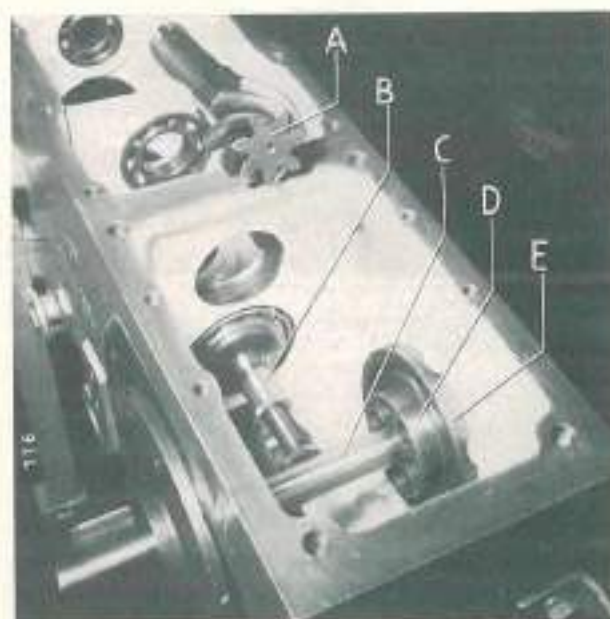

Abb. 11
Meßvorrichtung für Einstellung Tellerradsatz (siehe Abb. 11) besteht aus:
c) Das auf dem **Ritzel der Hauptwelle (A/11)** eingezätzte Maß (Beispiel 123,5 mm) wird mit der Meßvorrichtung Abb. 11 kontrolliert. Toleranz von ±0,1 mm ist zulässig. Größere Abweichungen werden mit der Ausgleichscheibe (T/13) beseitigt. Lieferbar von 1,4-2,2 mm mit Abstufungen von 0,2 mm.
Vor dem **Zusammenbau** ist der **Abstand** von **Innenring** des **Kegelrollenlagers** bis zur **Mitte** **Hinterachsbohrung** zu messen (siehe Abb. 11).
Beim **Zusammenbau** der **Hauptwelle** (8/13) muß nach dem **Anziehen** der **Nutmutter** durch **Schläge** mit einem **Aluhammer** auf **Zahnritzel** und **Wellenende** jedes **Verkanten** der **Teile** beseitigt werden. Alle **Teile** (auch die **Tellerfeder**) müssen **einwandfrei** sitzen, damit die **Vorspannung** der **Kegelrollenlager** nicht verändert werden kann. Beim **Drehen** am **Kegelritzel** muß ein **leichter Widerstand** spürbar sein. **Das Ritzel darf nicht spielen**. Meßvorgang siehe Abschnitt 4.41 e und Abb. 11.